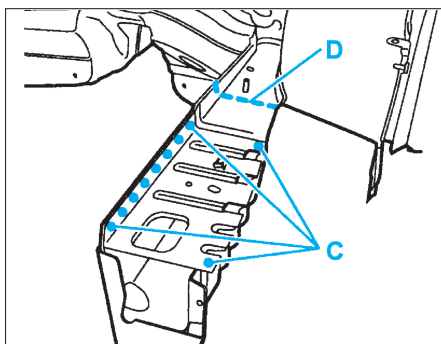

FIG. 16
- Poser la semelle centrale de brancard partielle (suivant C) (avec l'équipement AB1) (Fig.16).